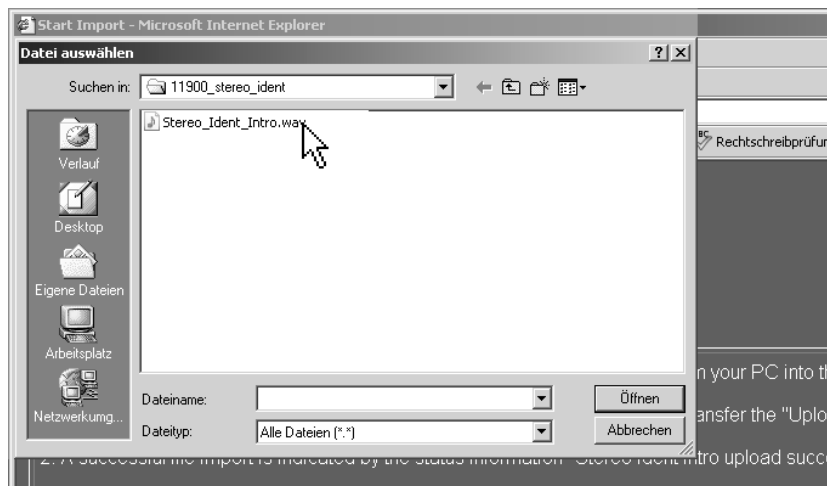

Bild 8-33: Dialog zum Auswählen der Intro-Datei (z. B. „Stereo_Ident_Intro.wav“)
4. Wählen Sie über den jetzt angezeigten „Datei auswählen“-Dialog das Verzeichnis (z. B.: „C:\11900_stereo_ident“) aus, in dem Sie die Intro-Datei, z. B. „Stereo_Ident_Intro.wav“ abgelegt haben. Klicken Sie Ihre Datei an und klicken Sie anschließend auf „Öffnen“ (siehe Bild 8-33).